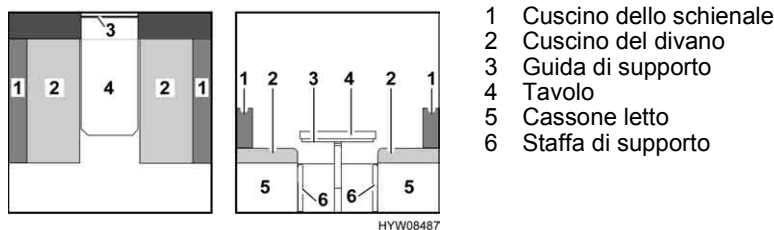

Fig. 38 Prima della trasformazione
- Sollevare leggermente il piano del tavolo (Fig. 38,4) in avanti.
- Alzare il piano del tavolo di circa 45°, sollevarlo dalla guida di supporto (Fig. 38,3) e metterlo da parte o spingerlo nel supporto (vedi paragrafo 6.7). Il tavolo non è necessario per la trasformazione dei letti.
- Sganciare le due staffe di supporto (Fig. 38,6) sui cassoni letto destro e sinistro e ruotarle di un quarto di giro.